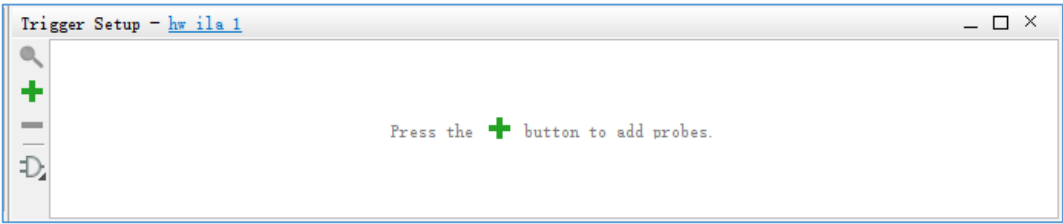

图 4.138 Trigger Setup 窗口
2. 在图 4.138 所示的“Trigger Setup”窗口中点击加号，点击加号后出现的信号双击即